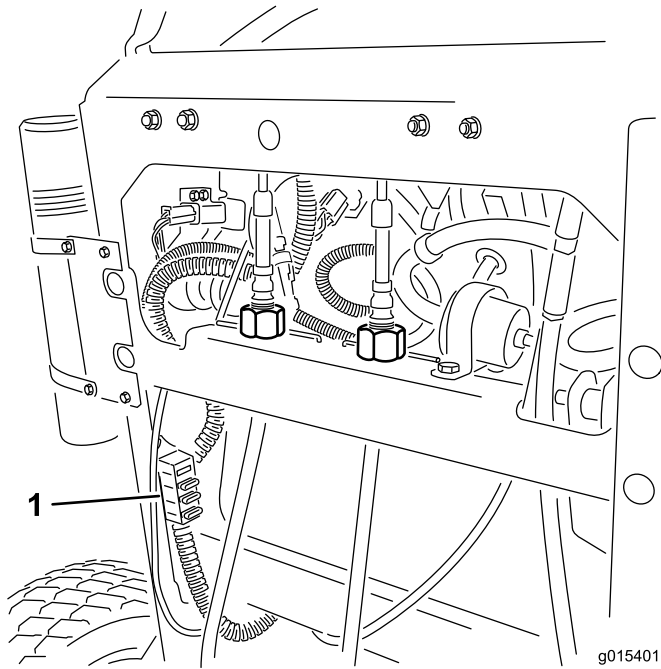

図 54
2. ヒューズを引き出して外し、あるいは交換する（図 54）。
注 図 54に示すような、正しいサイズのヒューズが正しいラインに取り付けられていることを確認してください。